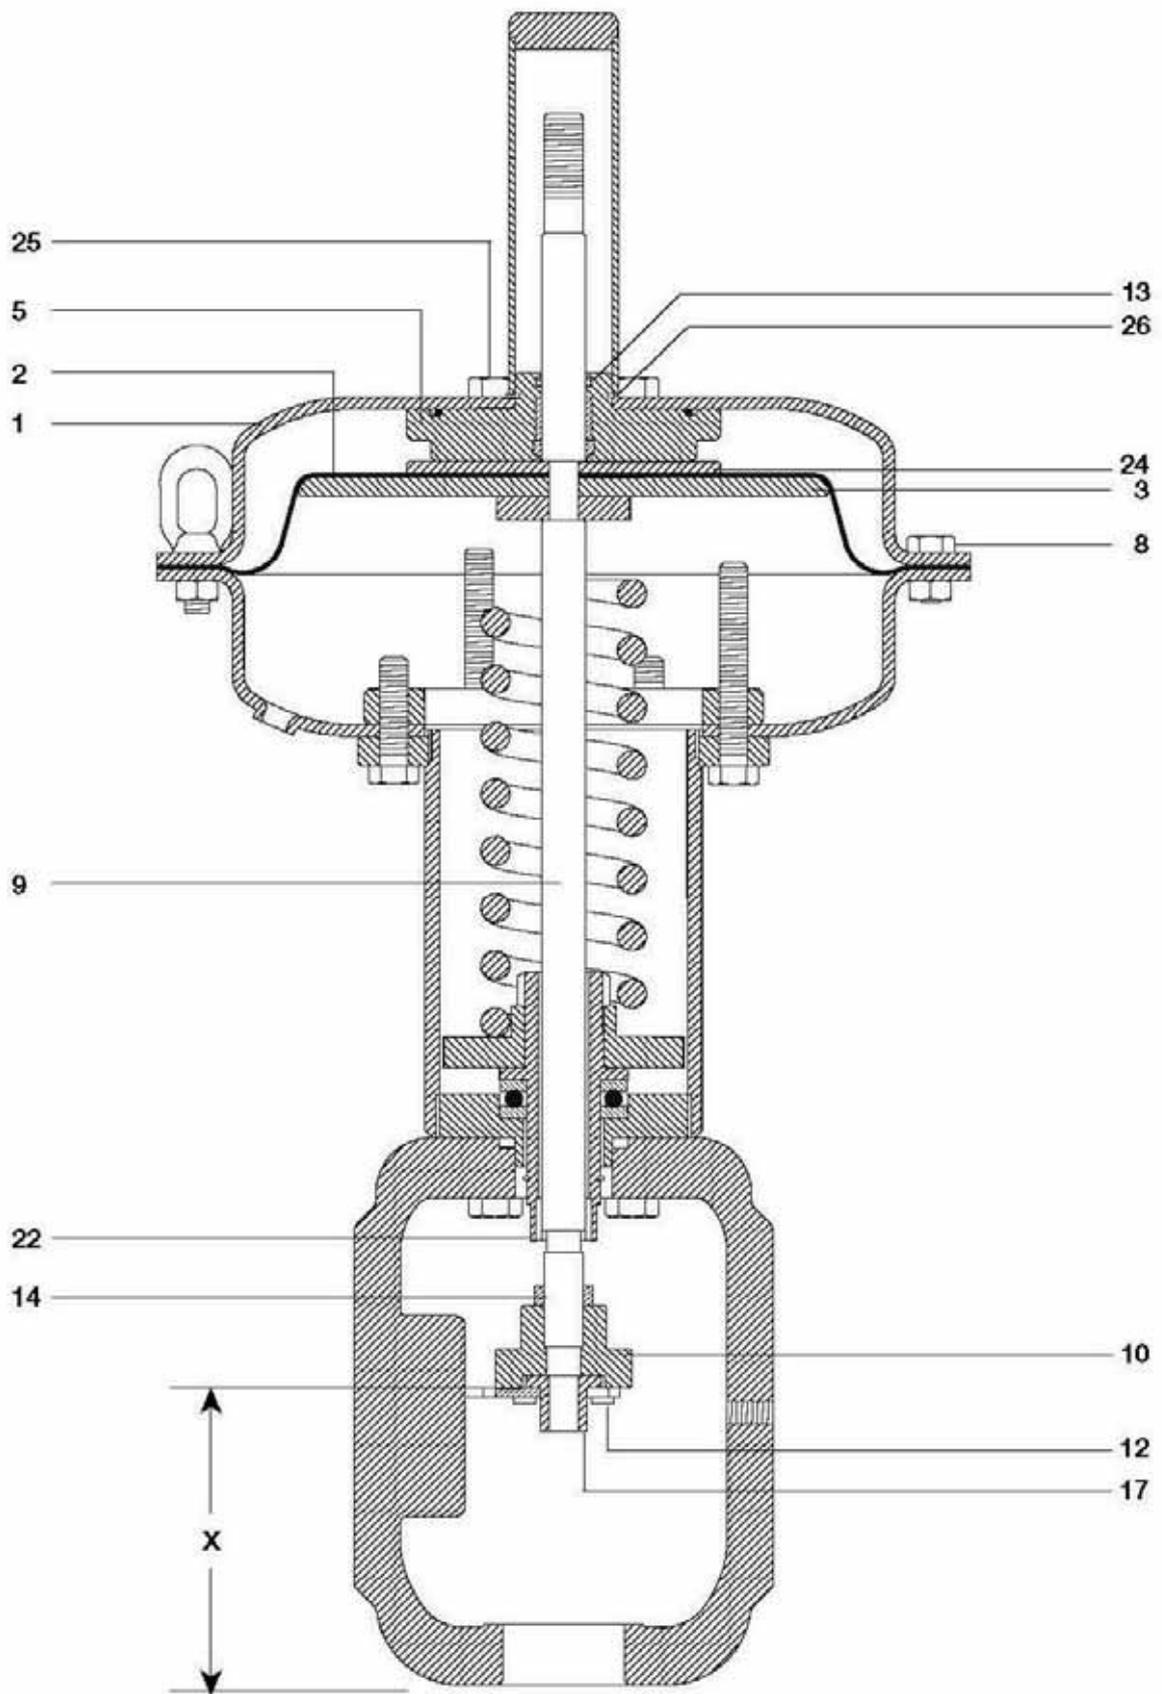

Fig. 10 Série PN2000
5.4 Séries PN2300 à PN2600 (Voir Fig. 10) :
Table 2 Dimension 'X' approximative en mm (Voir Fig. 10)